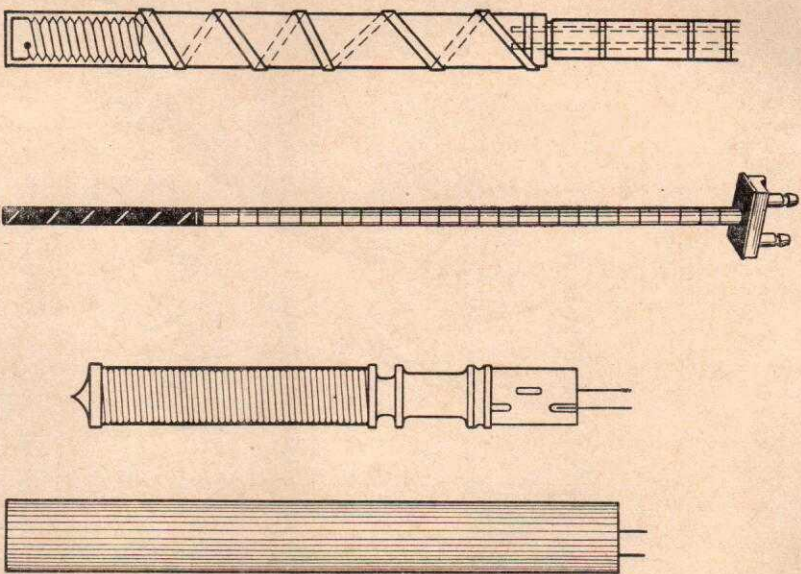

Рис. 1
5. Чувствительный элемент (рис. 1) платинового термометра отечественного производства представляет собой платиновую проволоку диаметром  $0,07$  мм, бифигурно наматанную на стеклянную пластинку с зубчатыми краями. Длина пластинки  $100$  мм, ширина